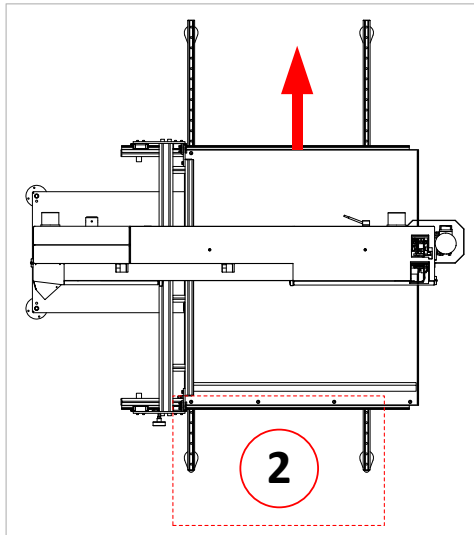

Abbildung 9: Schiebetisch (links) nach hinten stellen
1. Lösen Sie die beiden Klemmhebel (H), die sich links und rechts unter der Tischplatte befinden.
2. Um den Zugang für den Anbau zu ermöglichen, muss der linke Schiebetisch zunächst komplett nach hinten geschoben werden (siehe Pfeilrichtung in ⇨ Abbildung 9).
3. Ziehen Sie die beiden Klemmhebel (H) wieder fest, um den Tisch in der hinteren Endlagen-Position zu fixieren.